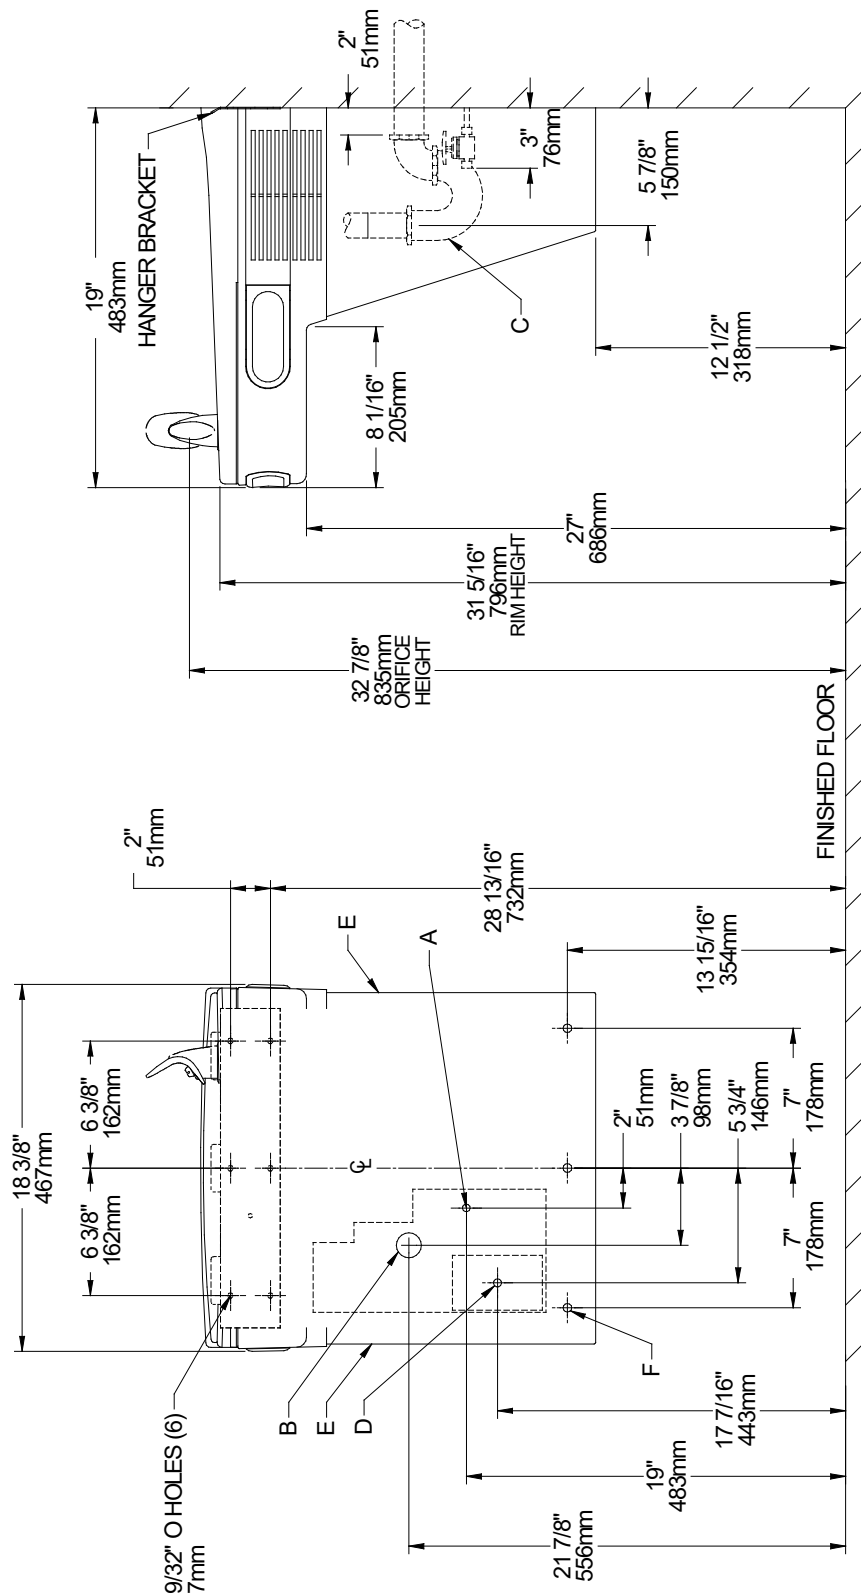

Fig. 2
- 1) Remove hanger bracket fastened to back of cooler by removing one (1) screw.
- 2) Mount the hanger bracket as shown in Figure 2.
- NOTE:** Hanger Bracket **MUST** be supported securely. Add fixture support carrier if wall will not provide adequate support. Anchor hanger securely to wall using all six (6) 1/4 in. dia. mounting holes.
- 3) Hang the cooler on the hanger bracket. Be certain the hanger bracket is engaged properly in the slots on the cooler back as shown in Figure 2.
- 4) Remove the four (4) screws holding the lower front panel at the bottom of cooler. Remove the front panel by pulling straight down and set aside.
- 1) Retire el soporte fijador que se encuentra conectado a la parte posterior del enfriador sacando un (1) tornillo.
- 2) Monte el soporte fijador de la manera descrita en Fig. 2.
- NOTA:** Es necesario que el soporte fijador sea apoyado seguramente. Agregue un portador al soporte fijador si La pared no aporta soporte adecuado. Amarre el soporte colgante seguramente a la pared. Usando todos los seis (6) agujeros de montaje de ¼ pulg. (6.35 mm) de diám.
- 1) Retirez le support de suspension fixé au dos du refroidisseur en retirant une (1) vis.
- 2) Montez le support de suspension comme indiqué dans la figure 2.
- 3) Pendez le refroidisseur au support de suspension. Assurez-vous que le support est correctement inséré dans les emplacements au dos du refroidisseur, comme indiqué dans la figure 2.
- 4) Retirez les four (4) vis maintenant en place le panneau frontal au bas du refroidisseur. Retirez le capot inférieur en tirant vers le bas et mettez-le de côté.